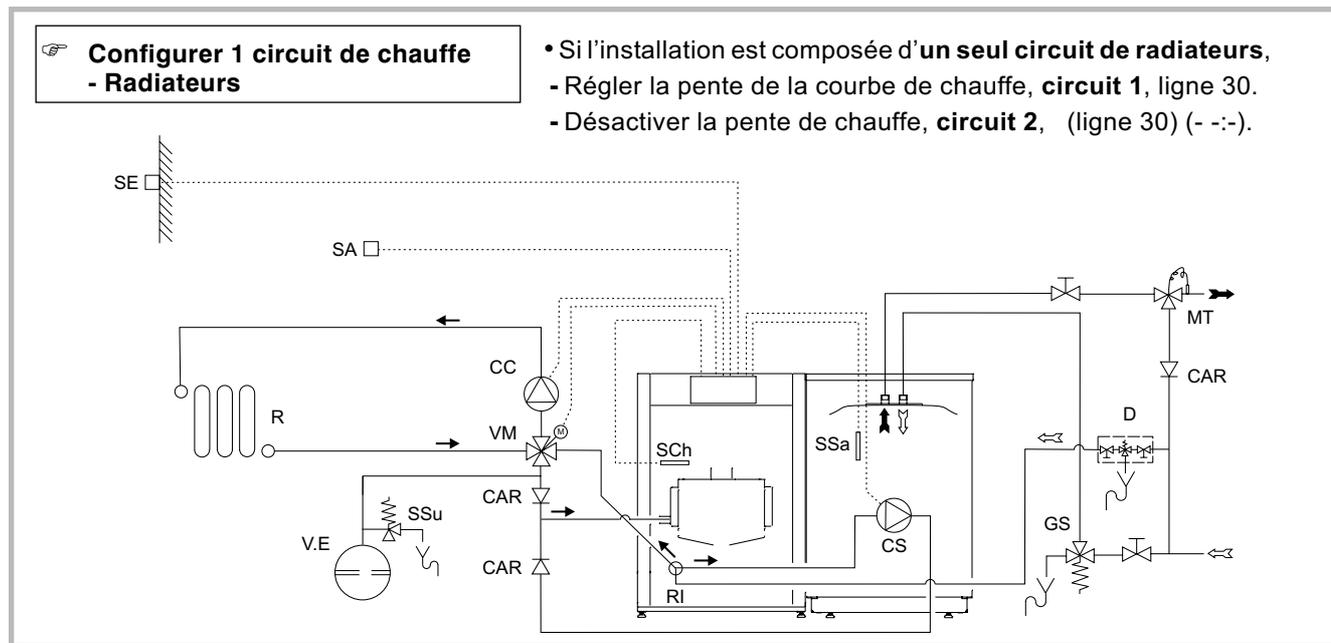

Figure 1
**Légende figures 1, 2, 3 et 4**